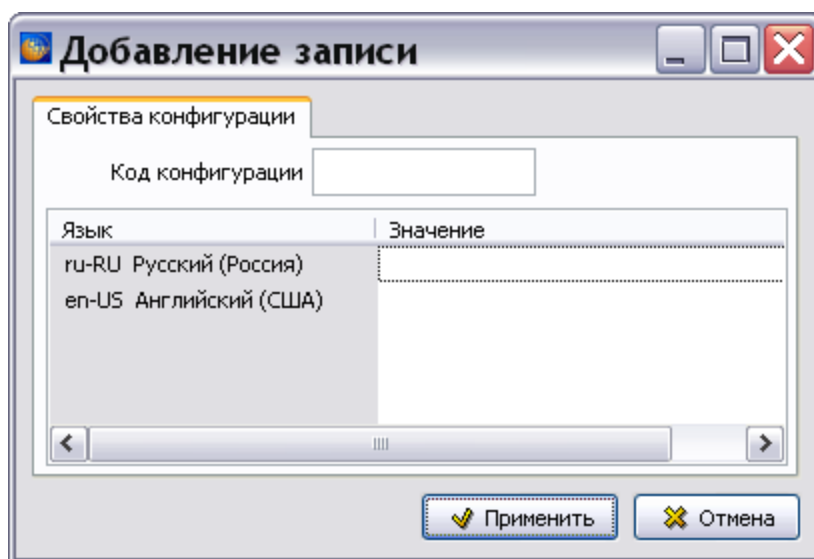

Рис. 2.8
2. Нажмите на кнопку **Добавить конфигурацию** . После этого появится окно **Добавление записи** для свойств конфигурации (Рис. 2.8).